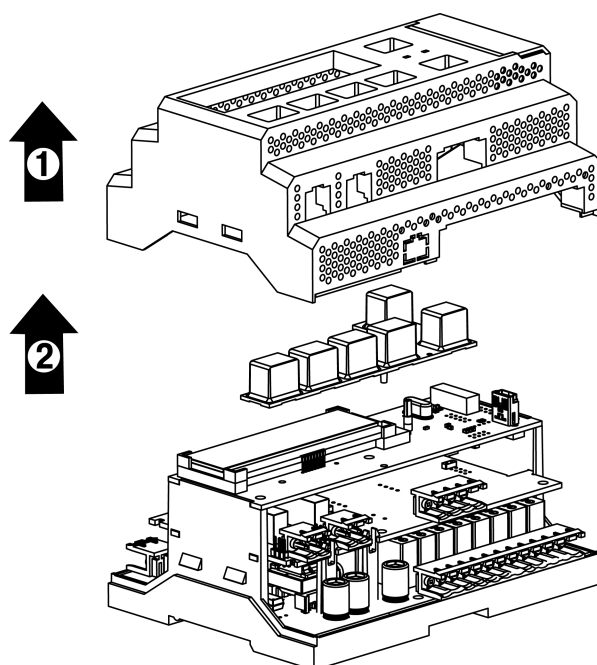

Рисунок 8.10 – Схема разборки ПР200. Отделение верхней крышки и клавиатуры
4. Снять крышку (см. рисунок 8.10, стрелка 1). Убрать клавиатуру (стрелка 2).